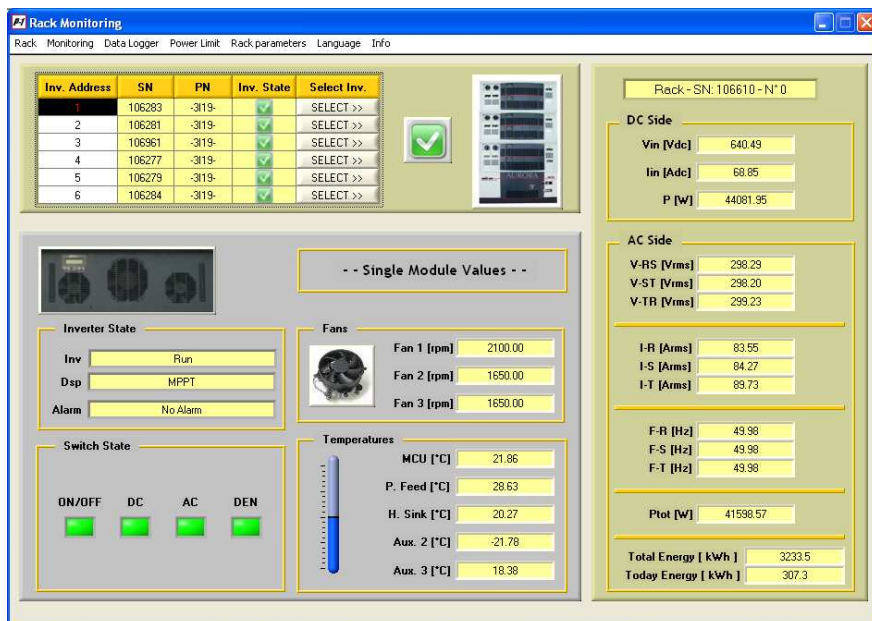

Figura 15-11: Rack Monitoring
➡ Facendo doppio click sull'immagine della torre si accede al menu di gestione del rack (Figura 15-11) in cui è possibile controllare e identificare un eventuale allarme, ed accedere successivamente al singolo modulo.
- ➡ Cliccando due volte sull'immagine del rack si ritorna al menù di interfaccia di quest'ultimo (Figura 15-11).